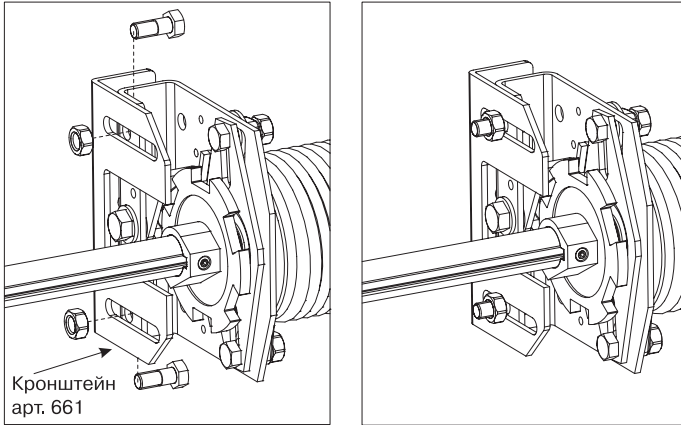

Рис.21
- При расположении оси вала на расстоянии от опорной поверхности суппорта более 86 мм храповые муфты модели 670 применяются совместно с кронштейном арт. 661 (рис.21). Для крепления применяются болты М8х25 с гайками.